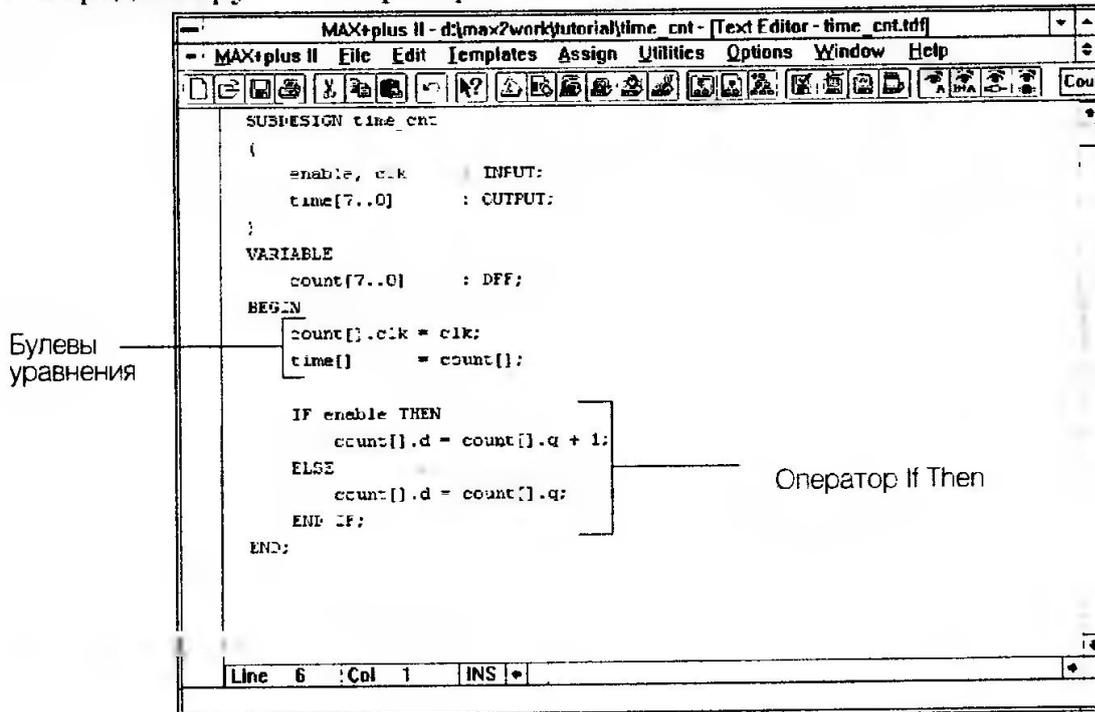

Рис. 2.20
5. Отредактируйте оператор If Then, как показано на рис. 2.20.